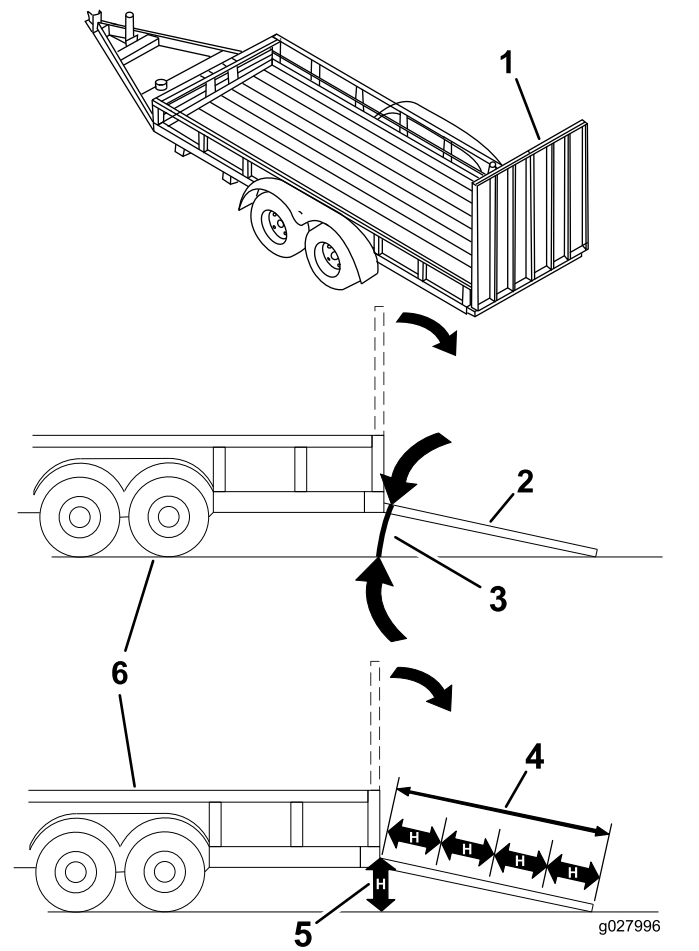

Figura 28
El cargar la máquina en un remolque o un camión aumenta la posibilidad de un vuelco y podría causar lesiones graves o la muerte (Figura 28).
3. Baje la rampa, asegurándose de que el ángulo entre la rampa y el suelo no supera los 15 grados (Figura 28).
1. Baje la rampa, asegurándose de que el ángulo entre la rampa y el suelo no supera los 15 grados (Figura 28).